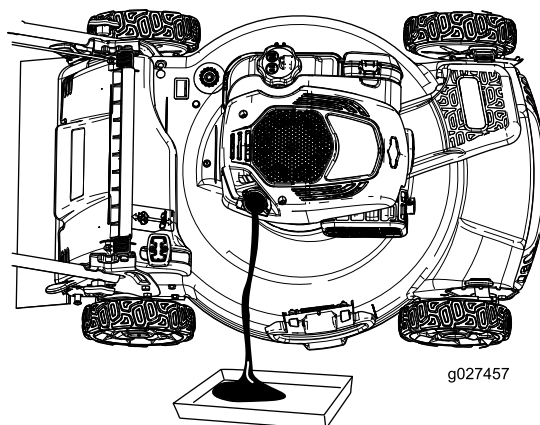

Figure 28
4. Basculez la machine sur le côté (filtre à air en haut) pour vidanger l'huile usagée par le tube de remplissage (Figure 28).